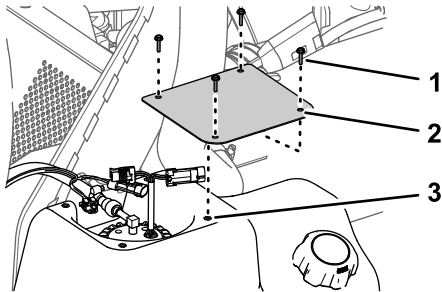

Figura 79
2. Nel serbatoio del carburante, rimuovete le 4 viti (n. 10 x 3/4") che fissano il coperchio alla parte superiore del serbatoio del carburante e rimuovete il coperchio (Figura 79).